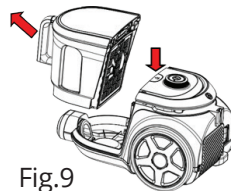

Fig.9
2. Retire el tanque de polvo tirando hacia arriba y hacia afuera tal y como se muestra en la ilustración. (Fig. 9).